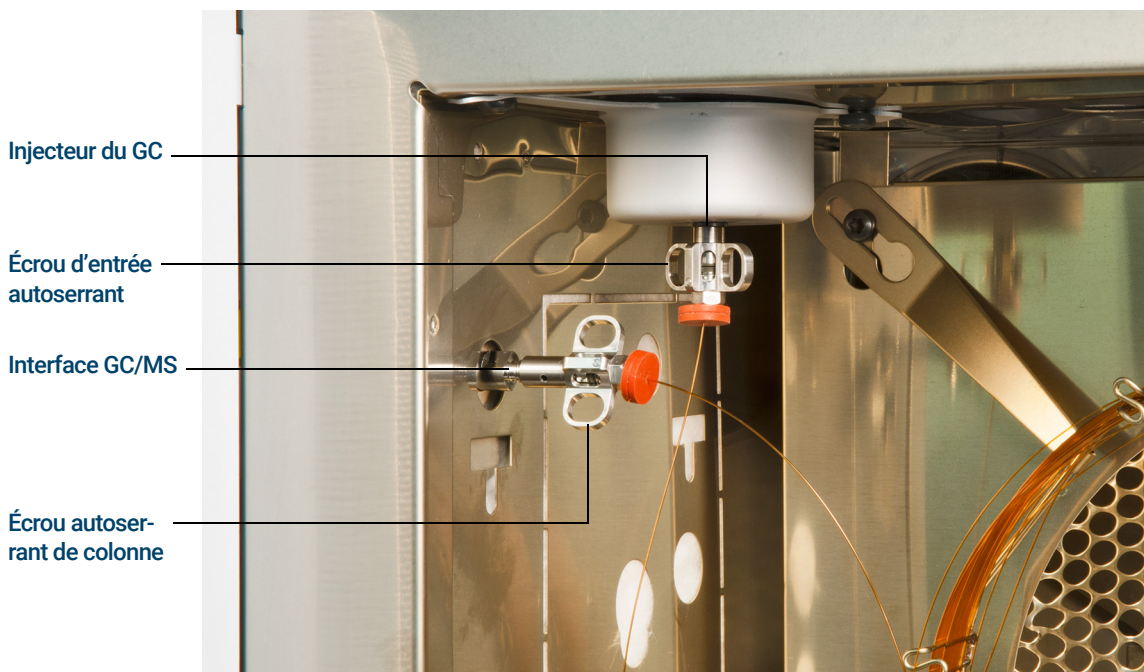

Figure 22. Installation d'une colonne capillaire dans l'interface GC/MS
- 11** Serrer l'écrou à la main. (Voir **Figure 22**.) S'assurer que la position de la colonne ne change pas lors du serrage de l'écrou.